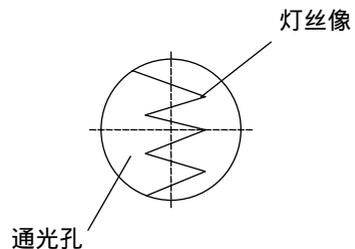

图 8
- c) 白纸上会出现灯丝的像,如果灯丝的像没有对中,关小孔径光栏,松开灯泡锁紧与调中螺钉,移动灯座使灯丝像对中,然后调节聚光镜调节手柄,直到获得清晰的灯丝像为止,见图 8。更换灯泡后如果灯丝像太偏可以取出灯座,轻轻往相反的一边推动,然后再进行调中。